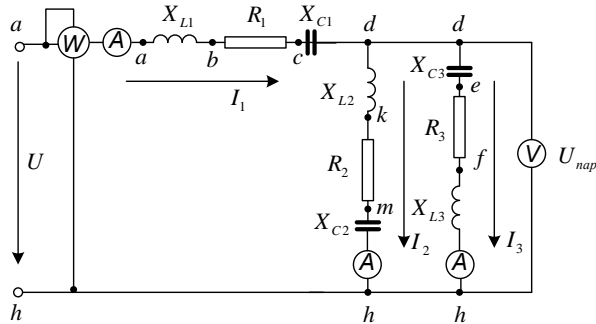

Рис. 1.1
1. По базе данных (табл.1.1) для своего варианта определить параметры электрической цепи (рис. 1.1), питающей от сети синусоидального тока с напряжением  $U$ .